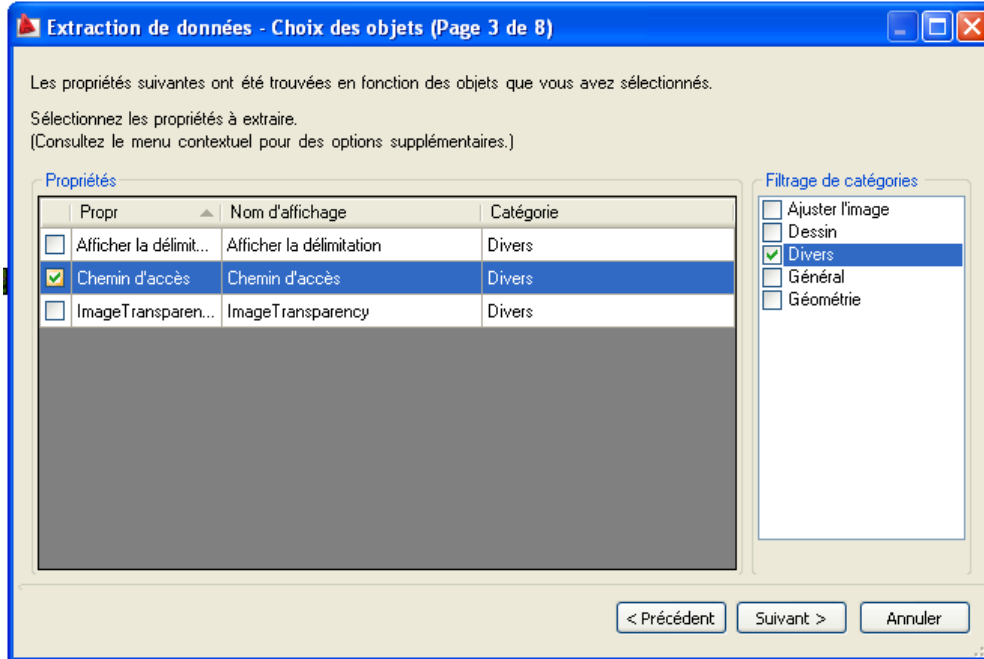

Figure 34. Extraction des données : sélection de la propriété « Chemin d'accès » de la catégorie « Divers »
- *Sélectionner les propriétés* (page 4 de 8) : dans la partie « filtrage de catégories » à droite de la fenêtre, désélectionner toutes les catégories sauf « **Divers** », ensuite cocher uniquement la propriété *Chemin d'accès* comme le montre la Figure 34, cliquer Suivant;